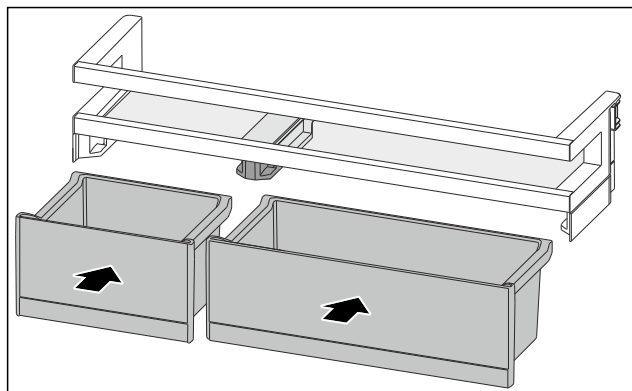

Fig. 151
- VarioBoxen in getauschter Anordnung einsetzen. (siehe Fig. 151)